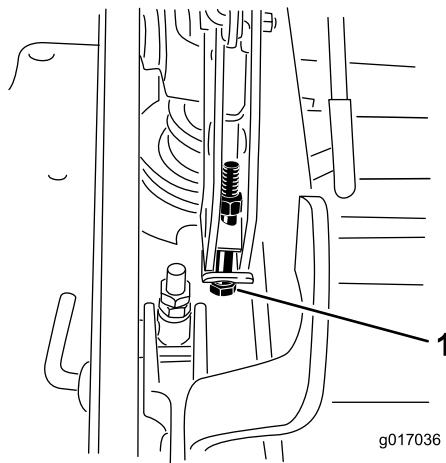

Figure 91
- Si le tablier est trop bas, serrez le boulon de réglage monopoint dans le sens horaire. Si le tablier est trop haut, desserrez le boulon de réglage monopoint dans le sens antihoraire (Figure 91).